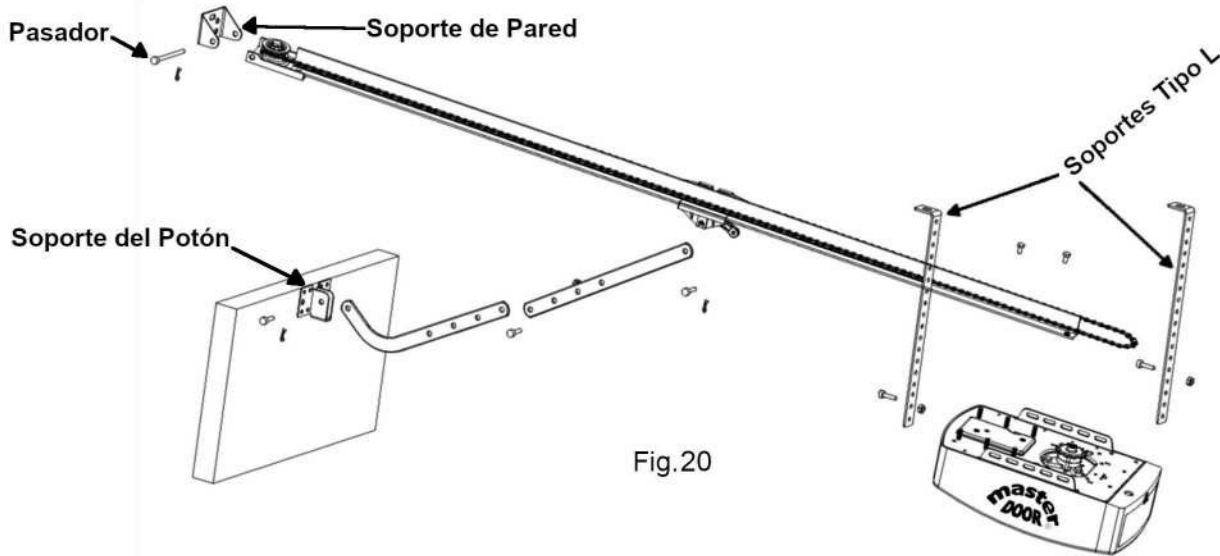
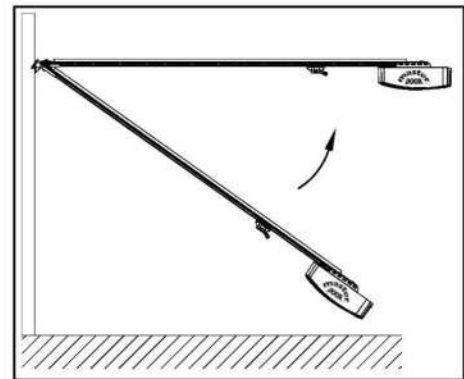

Fig.20
Fig.21
1. Ensamble el Abrepuertas de Garage al Riel "T" de acero tal y como se indica (Fig. 20).
2. Coloque el Abrepuertas de Garage ensamblado con el Riel de Acero centrado sobre el Piso del Garage, con el Abrepuertas de Garage alejado del Portón. Levante la parte Delantera del Riel hasta el Soporte de la Pared (Fig.20) y Fijelo con el Pasador del Soporte de Pared (Fig.21).
3. Levante y Apoye el Abrepuertas de Garage con una Escalera, Alinee el Riel con la Línea Central marcada en el Portón, el Riel debe quedar a nivel (Fig.21). Fije el Abrepuertas de Garage y el Riel al Techo mediante los Soportes Tipo "L" (Fig.21).